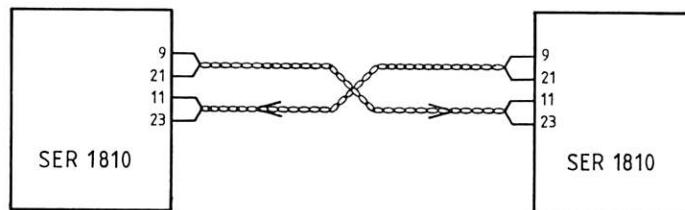

Bild 4/4 Verbindung über RS-422-Schnittstelle
- Anschluß** eines Fernbediengeräts oder eines Empfängers oder eines Peilers oder eines ähnlichen Geräts **über die RS-422-Schnittstelle** zur wechselweisen Kommandierung über größere Entfernung ohne Zwischenschaltung von Modems (bis 1000 Meter Leitungslänge über verdrillte Leitungen; kleine Entfernung auch unverdrillt), BU 3, 6, 7 und 8 auf B-C; BU 5 und 9 auf A-B, Bild 4/4: